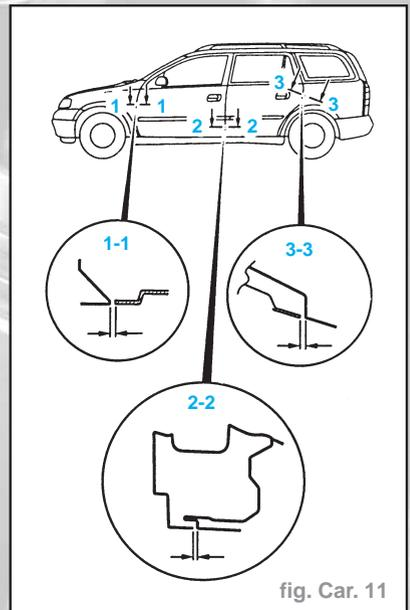

fig. Car. 11
- Respecter les cotes d'écartement (fig. Car. 11).